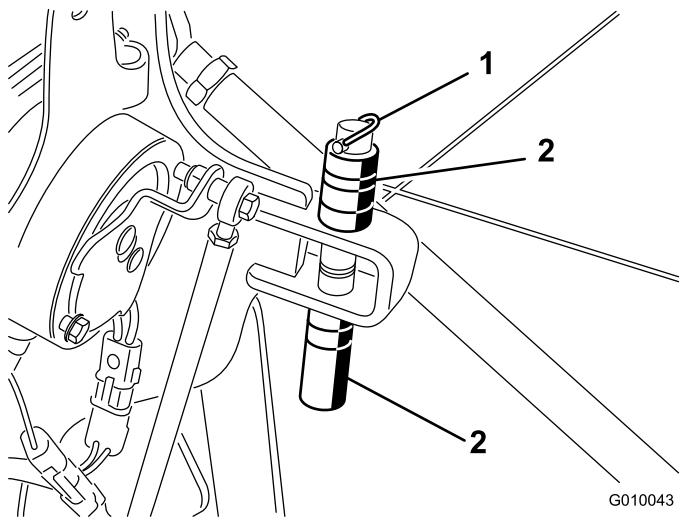

図 28
- スペーサと深さピンを止めているリンチピンを外す (図 28)。